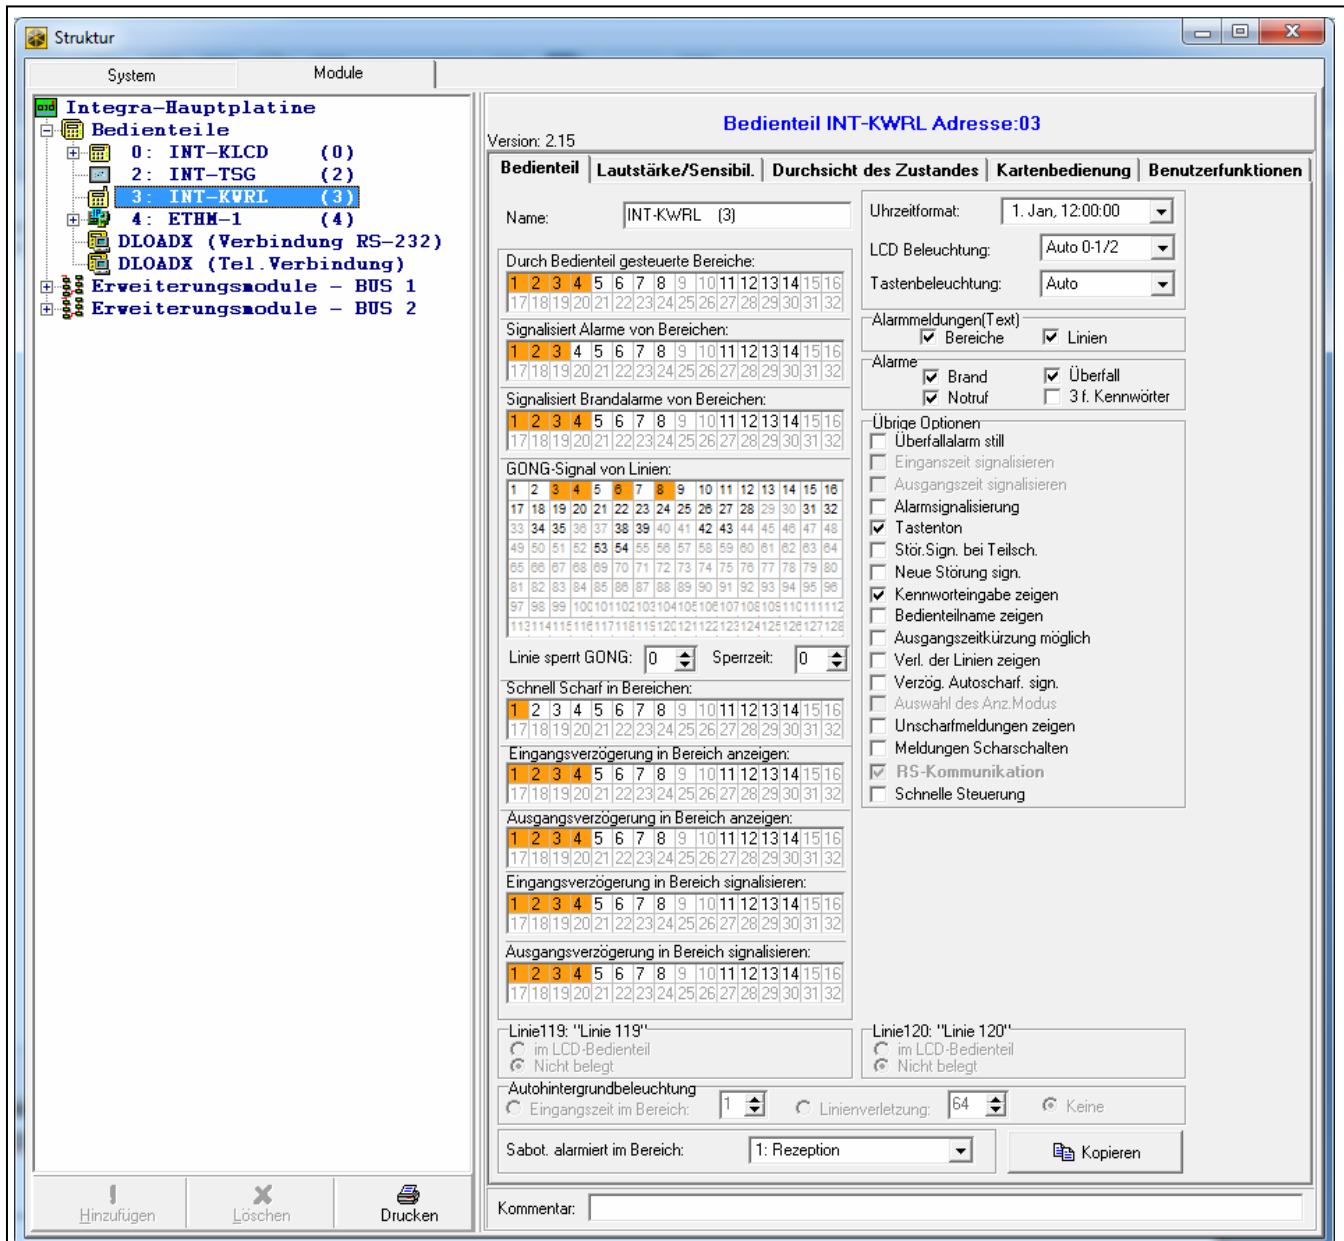

Abb. 5. Programm DLOADX: in der Alarmzentrale gespeicherte Einstellungen des Bedienteils – Registerkarte „Bedienteil“.
- Programm DLOADX: → Fenster „Struktur“ → Registerkarte „Module“ → Zweig „Erweiterungsmodule“ → [Bedienteilname] (siehe: Abb. 5),